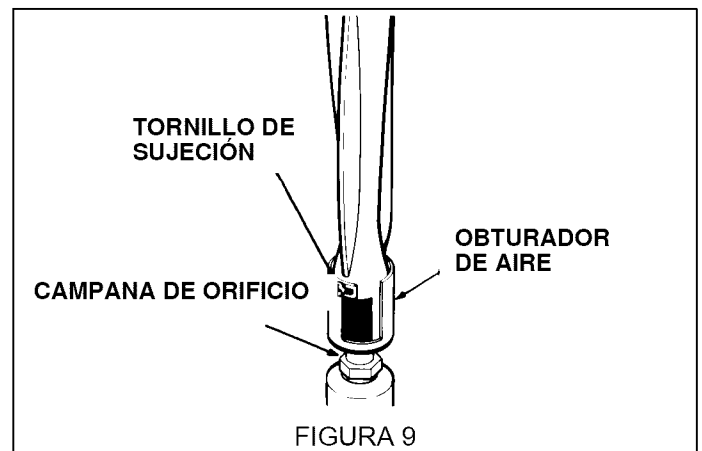

FIGURA 9
1. Llama amarilla en el quemador - abra el obturador de aire a la posición más abierta que no haga que se levante o apague la llama cuando el quemador esté frío. (Vea la figura 9.)
2. Llama azul bien definida pero se levanta - cierre el obturador de aire hasta el punto en donde no cause que se levante o apague la llama cuando el quemador esté frío. (Vea la figura 9.)